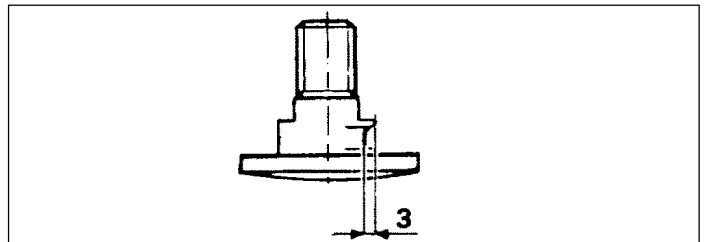

Fig. 23
- el **tornillo de fijación** está gastado en la zona de sujeción de la cuchilla: si el diámetro es de 3 mm / 0.11 inch inferior al diámetro originario (fig.23).